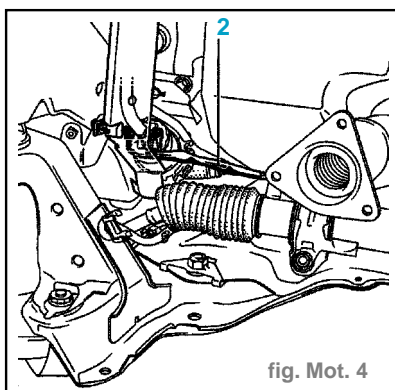

fig. Mot. 4
- Débrancher la pompe de gavage (basse pression) et dégager le faisceau (2). (fig. Mot. 4)